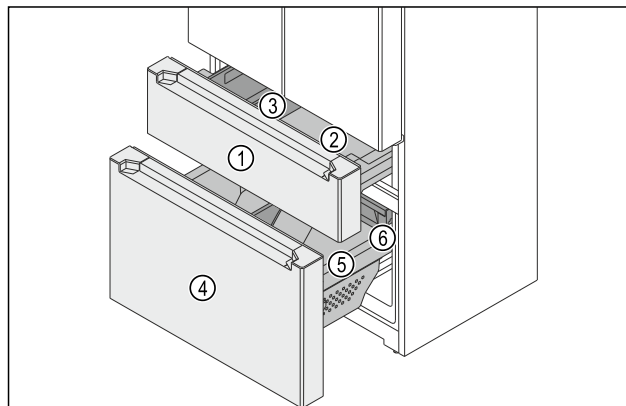

Fig. 126 Chariots à glissière du congélateur
- (1) Chariot à glissière supérieur
- (2) Bac
- (3) FlexBox
- (4) Chariot à glissière inférieur
- (5) Bac
- (6) Tiroir
Le congélateur se compose de deux chariots à glissière. Le chariot à glissière supérieur Fig. 126 (1) comprend un bac Fig. 126 (2) et une FlexBox Fig. 126 (3). Le chariot à glissière inférieur Fig. 126 (4) comprend un bac Fig. 126 (5) et un tiroir Fig. 126 (6). Vous pouvez retirer la FlexBox et le bac dans le chariot à glissière supérieure pour le nettoyage.